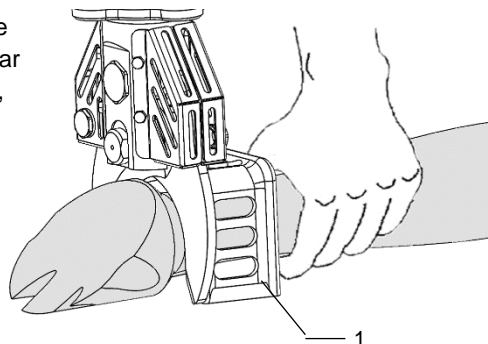

Fig. 6.5: Sujeción de la tenaza (Z079, Z080, Z100)
- Manejo a una mano: Compruebe que el soporte (1) esté correctamente montado, ver fig. 6.5: Sujetar la tenaza.